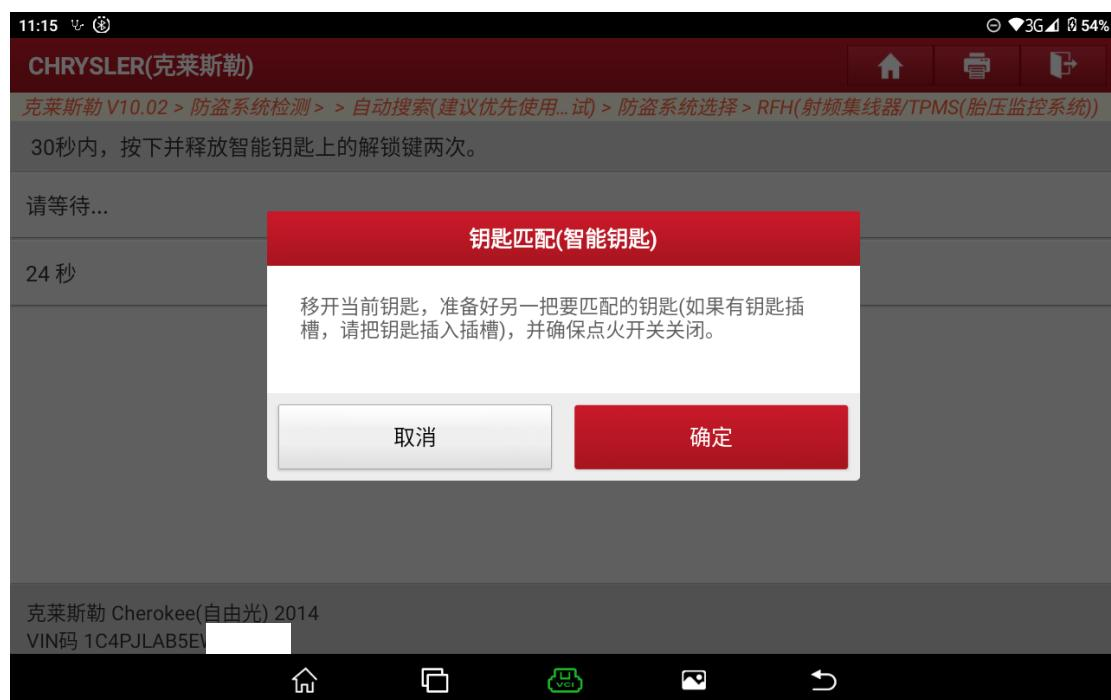

图 21
8. 按提示操作后点击确定，后续将重复前面的步骤（图 21）；